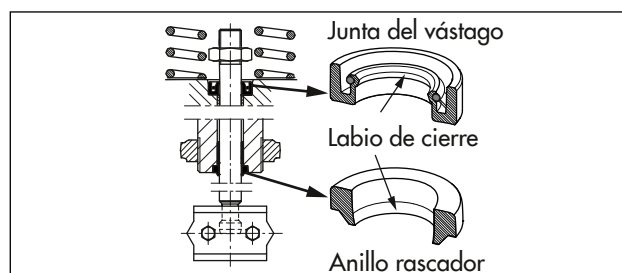

Fig. 27: Colocación de la junta del vástago y del anillo rascador
6. Montar la junta del vástago con una herramienta adecuada. Al hacerlo prestar atención a la correcta colocación de la junta del vástago, ver Fig. 27.